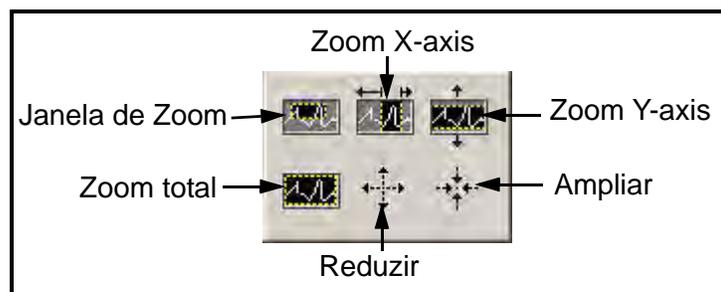

Figura 66: Ferramenta de Zoom
- Ferramenta de Zoom - oferece seis opções como exibido na Figura 66.